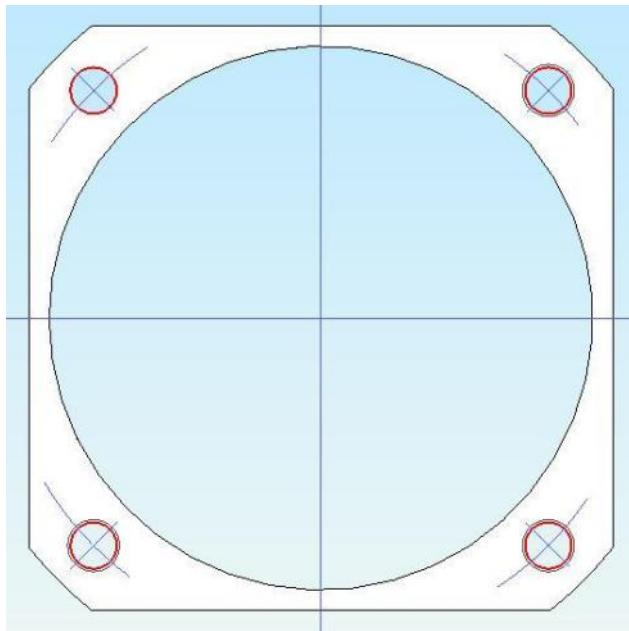

Рисунок 7. Построение фасок на отверстии диаметром 7 мм
- Нажмите кнопку «Фаска на ребре» на панели «Редактирование 3D». Укажите ребра отверстий диаметром 7 мм, отверстия окрасятся в красный цвет (рис. 7).
- Появится диалог задания параметров фаски (рис. 7), введите в графе «Фаска 1» величину фаски 0,3 мм и нажмите кнопку «Ok».